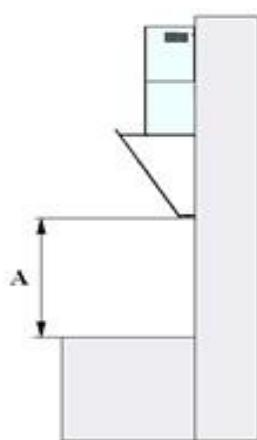

Рис. 3
3. Приложите корпус вытяжки к стене, сохраняя минимальное расстояние A (**60 см** для электрических и **65 см** для газовых плит) между нижним краем вытяжки и поверхностью для приготовления пищи на плите (рис. 3).